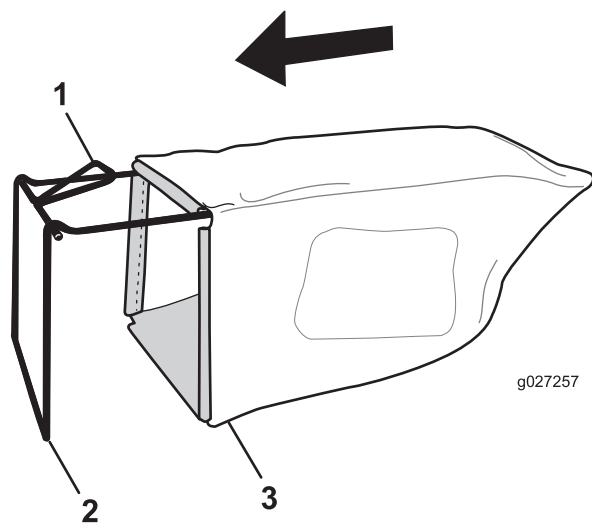

Figure 7
1. Glissez le bac sur l'armature, comme montré à la Figure 7.
**Remarque:** Ne passez pas le bac par dessus la poignée (Figure 7).